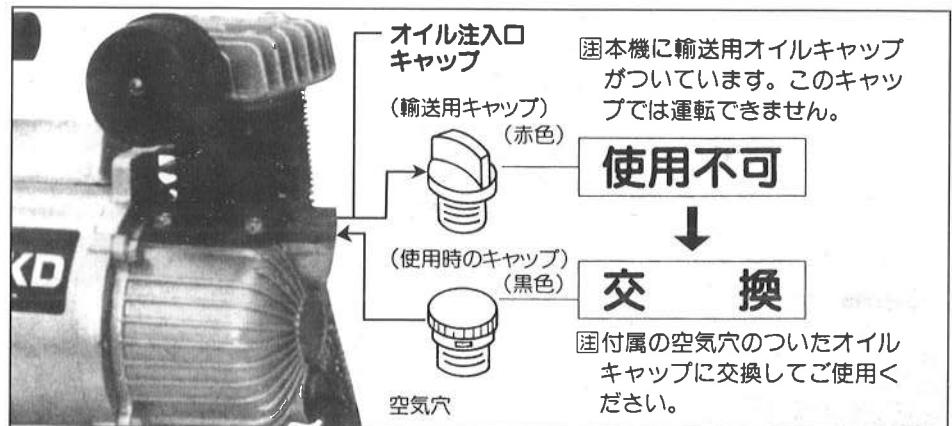

図2
■空気穴のないキャップのまま使用しますと正常な回転をしません、又、破損の恐れもあり、大変危険です。(図2参照)